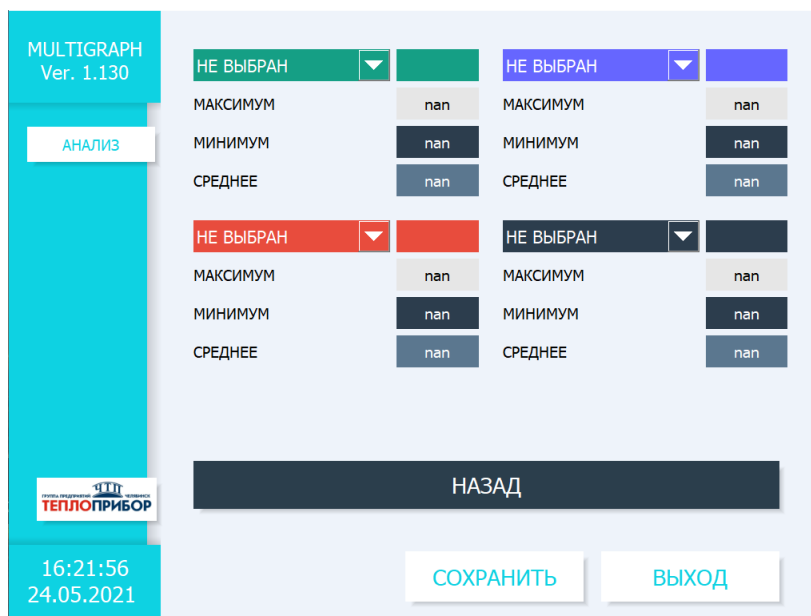

Рисунок 2.58 – Анализ сигнала
2.4.3.1 Функция «АНАЛИЗ СИГНАЛА» накапливает данные с каналов измерения и выводит на экран максимальные, минимальные и средние значения за период регистрации (рис. 2.58).